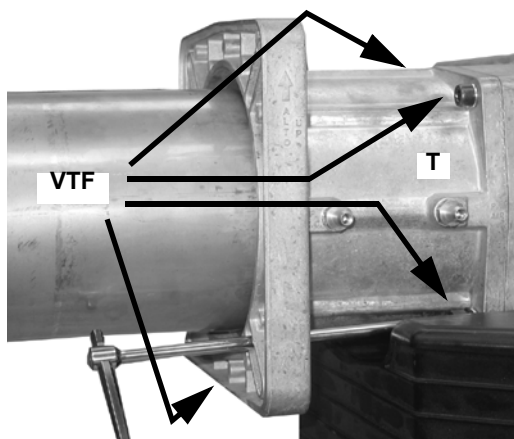

Fig. 2
- 3 Desmontar el botón embreadado **T** extrayendo los 4 tornillos de cabeza hexagonal **VTF** (Fig. 2).